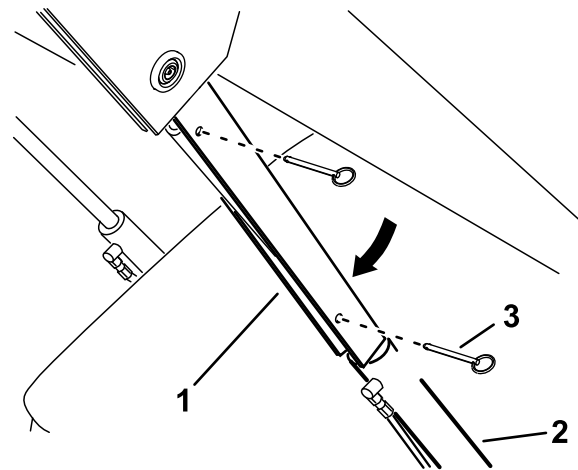

Рисунок 36
5. Поместите замок на шток гидроцилиндра подъема (Рисунок 36).